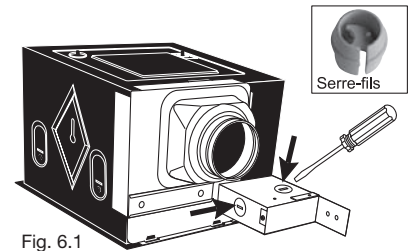

Fig. 6.1
- 1- Dévissez et retirez le couvercle du compartiment électrique du ventilateur et enlevez l'entrée défonçable (knock-out) désirée. Installez le serre-fils (compris) dans cette entrée. (Fig. 6.1)